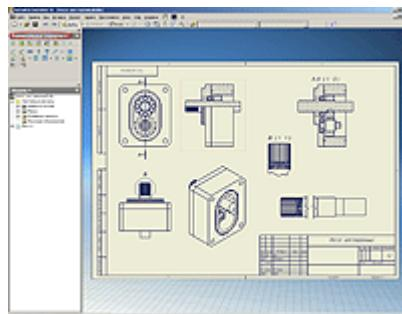

Рисунок 11
11. После создания всех необходимых видов чертежа, можно приступить к его оформлению. Для этого необходимо переключиться из режима «Виды чертежа» инструментальной палитры в режим «Пояснительные элементы» (см. Рисунок 11). Используя стандартные команды (простановка размеров, баз, шероховатостей, допусков и т.п.) можно оформить чертеж в соответствии с предъявляемыми требованиями.